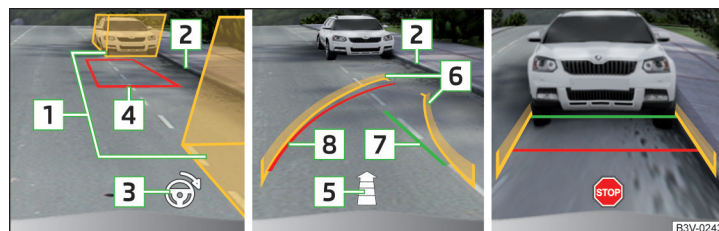

Abb. 280 Bildschirmanzeige
- Das Fahrzeug so anhalten, dass sich kein Hindernis in der Lücke zwischen den Hilfsboxen **1** » Abb. 280 befindet und die hintere Box nicht über die seitliche Begrenzung der Parklücke (z. B. Bordstein) **2** hinausreicht.